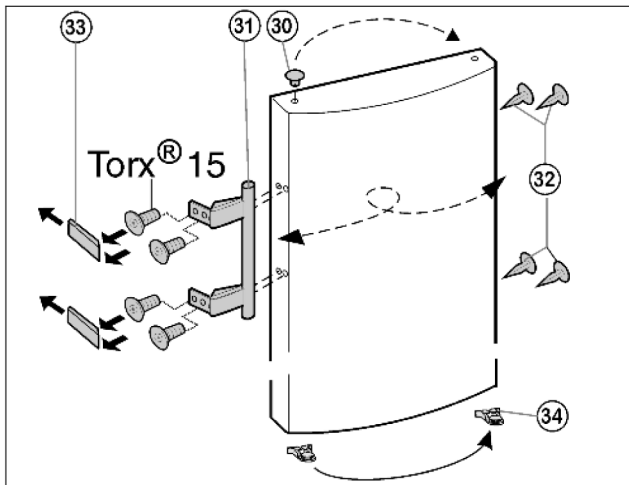

Fig. 6
- ▶ U přístrojů **bez tlumiče zavírání** vykleste pružinovou svorku Fig. 6 (34) z dveří a přemístěte na novou stranu závěsu.
- ▶ Zátky Fig. 6 (30) vyjměte z pouzdra ložisek dveří a přemístěte je.
- ▶ Madlo dveří Fig. 6 (31), zátky Fig. 6 (32) a krycí destičky Fig. 6 (33) odmontujte a přemontujte na protější stranu.